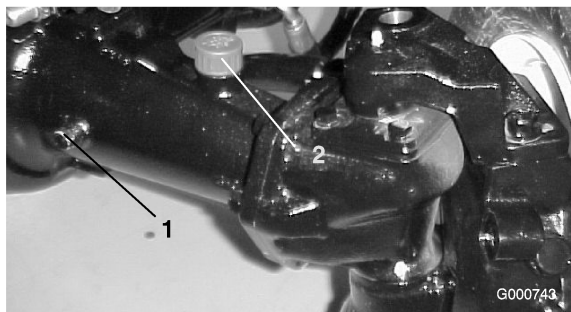

Figura 56
2. Retire um tampão de verificação (Figura 56) de uma das extremidades do eixo e certifique-se de que o lubrificante chega ao nível do orifício. Se o nível estiver baixo, retire o tampão de enchimento (Figura 56) e adicione lubrificante